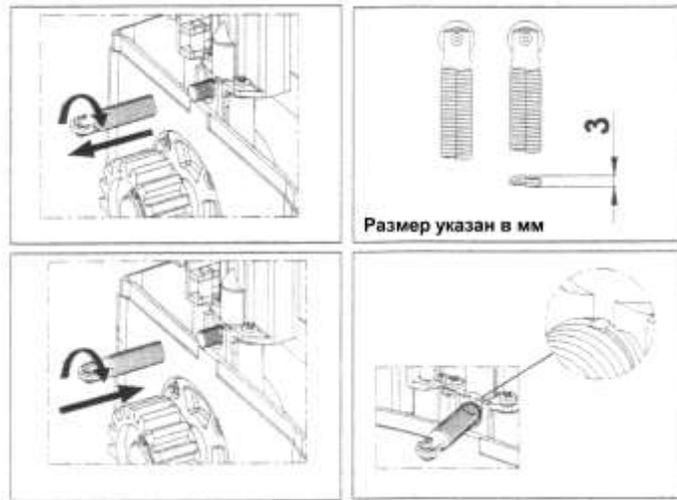

Рис. 17
- При необходимости укоротите поводок концевой выключателя рис. 17: